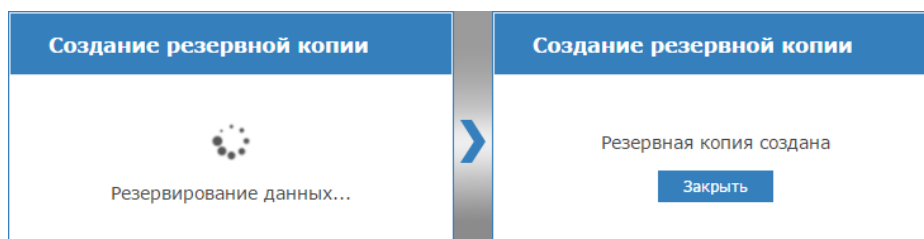

Рисунок 9.39 — Процедура создания резервной копии
3. Будет выполнена процедура создания резервной копии. Ранее созданная резервная копия будет затёрта. В процессе создания копии будет выполнен перезапуск программных средств узла. По завершении нажмите на кнопку **Закреть** (рисунок 9.39).